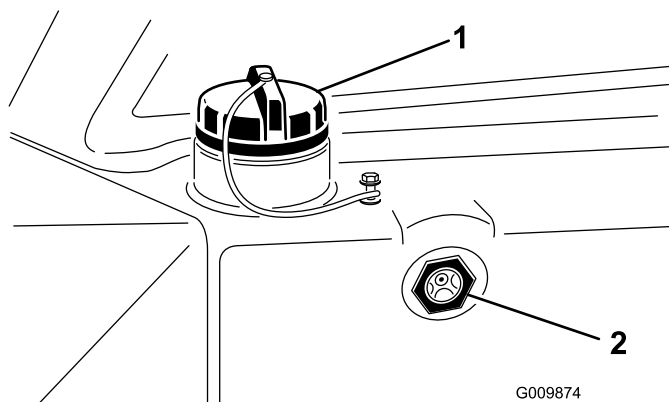

図 29
2. 油圧オイルタンクの側面についている点検窓からオイルの量を点検する（図 29）。
(図 29)。**入れすぎないこと。**